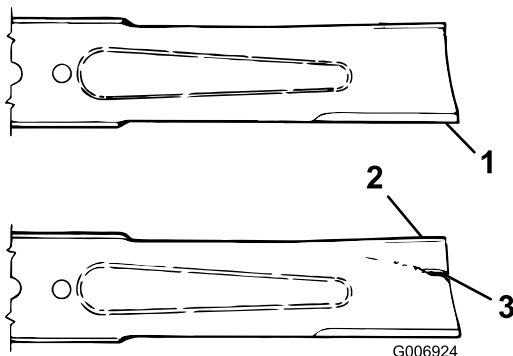

Figura 28
2. Inspeccione los filos de corte (Figura 28). Si los bordes no están afilados o tienen mellas, retire las cuchillas y afílelas; consulte Cómo afilar las cuchillas.
3. Inspeccione las cuchillas, especialmente la parte curva (Figura 28). Si observa daños, desgaste o la formación de una ranura en esta zona (Figura 28), instale inmediatamente una cuchilla nueva.